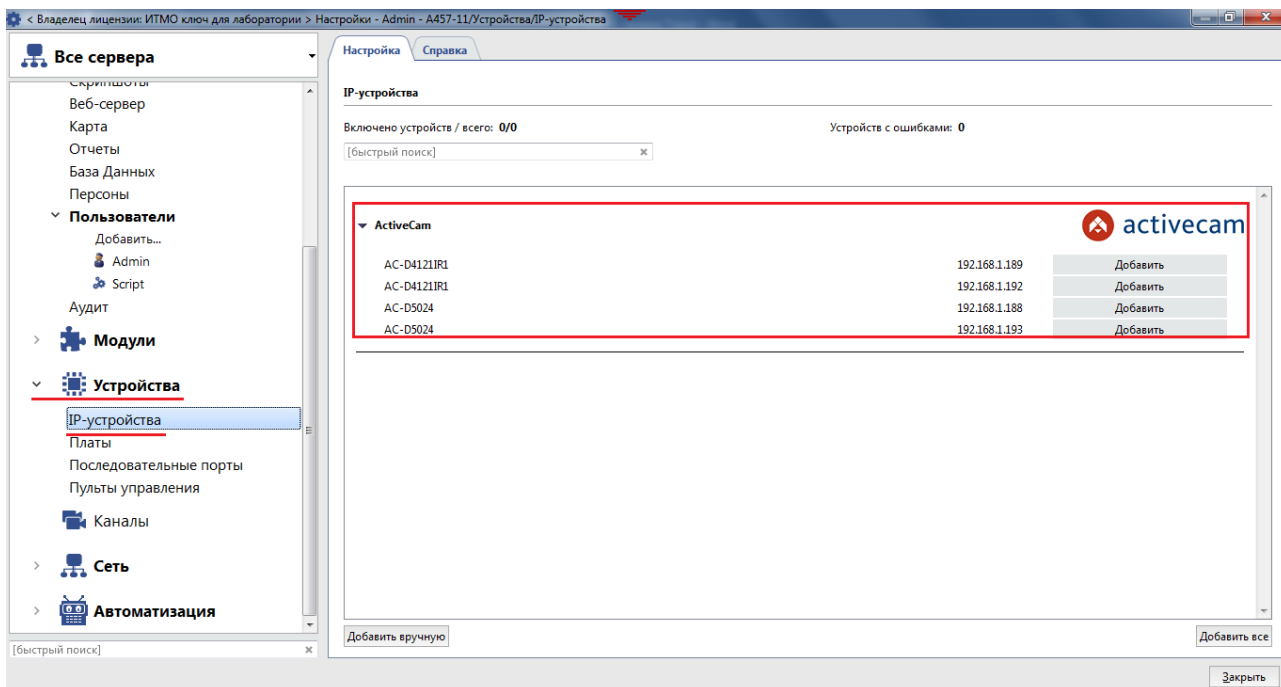

Рисунок 1.9 – Процесс подключения IP-камер к серверу Trassir
i. открыть выпадающий список *Устройства*, выбрать *IP-устройства* (рисунок 1.9). При соблюдении пункта I, наличия питания на IP-камерах и их правильном проводном подключении, в поле доступных IP-устройств будут отображаться IP-адреса камер.